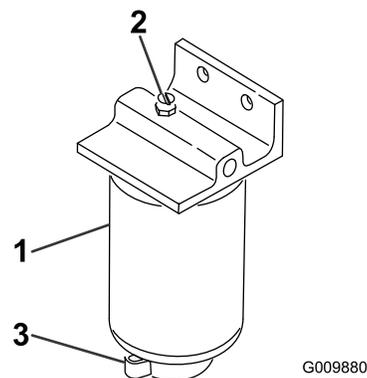

図 66
2. フィルタ容器(図66)下部のドレンプラグをゆるめて水や異物を流し出す。
1. フィルタ容器(図66)の周辺をウェスできれいにぬぐう。